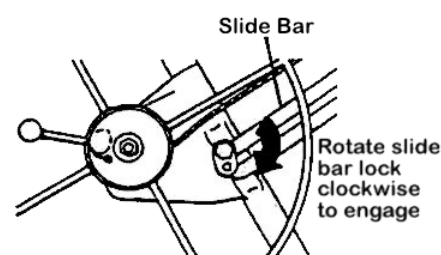

Figure 5
5. Pociągnij delikatnie wciągarkę w tył, w stronę ramy, To automatycznie spowoduje blokadę prowadnicy, która utrzyma wciągarkę w najbardziej wysuniętej pozycji (Rys.5).